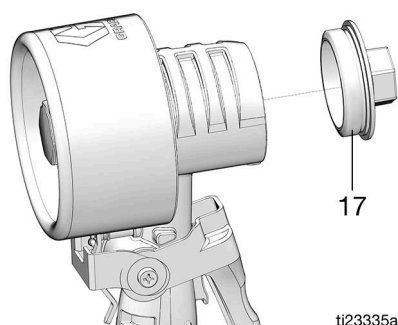

FIG. 11
4. Girare il coperchio del misuratore (17) in senso antiorario per svitarlo e rimuoverlo dall'alloggiamento (FIG. 11).